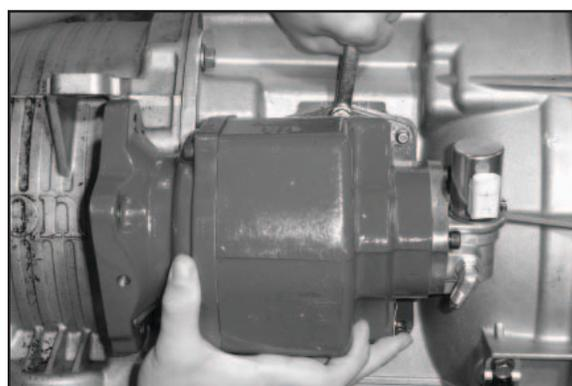

Fig. 6
6. Posizionare la presa di forza e fissarla con la vite a esagono incassato superiore (**fig. 6**).